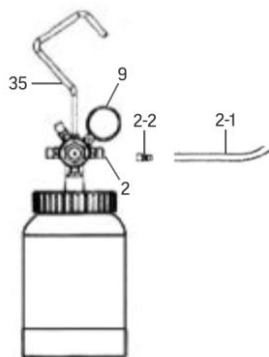

fig. 2
5. Fixez la poignée (n° 35) à l'extrémité supérieure de l'ensemble de l'axe central en la tournant dans le sens horaire (fig. 2).
6. Raccordez le tuyau à air (fig. 2-1) à la connexion pneumatique du compresseur (n° 2) et fixez de manière sécuritaire (fig. 2).
7. Réglez la pression d'air sur le compresseur à 45 lb/po carré. Confirmez-la en effectuant une lecture du manomètre à air (n° 9) (fig. 2).